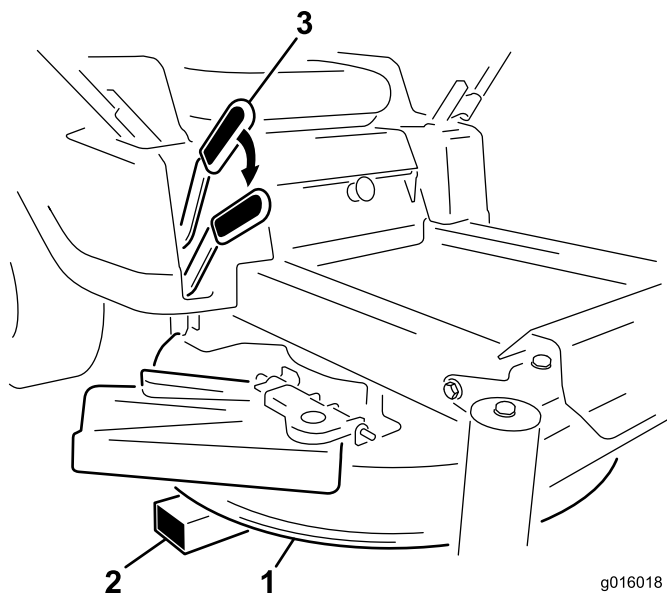

Figure 1
3. Relevez le plateau à la hauteur de coupe la plus haute. Placez des cales sous le plateau pour le soutenir à la hauteur de coupe la plus basse, ou juste avant (Figure 1).
4. Abaissez le plateau jusqu'à ce que son poids soit entièrement supporté par les cales (Figure 1). Le levier de commande de hauteur coupe pourra alors être déposé en toute sécurité.